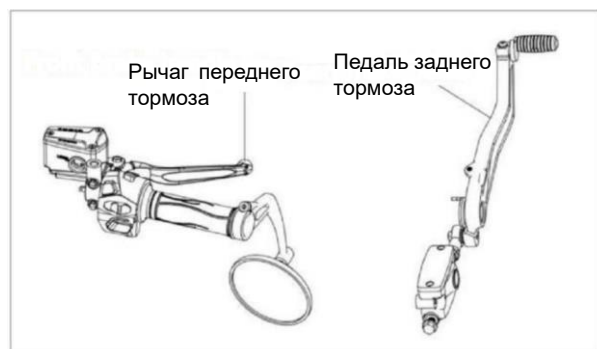

Рис. 14 Расположение органов торможения
5.4.2. Вождение на подъемах или в поворотах (Рис. 14)